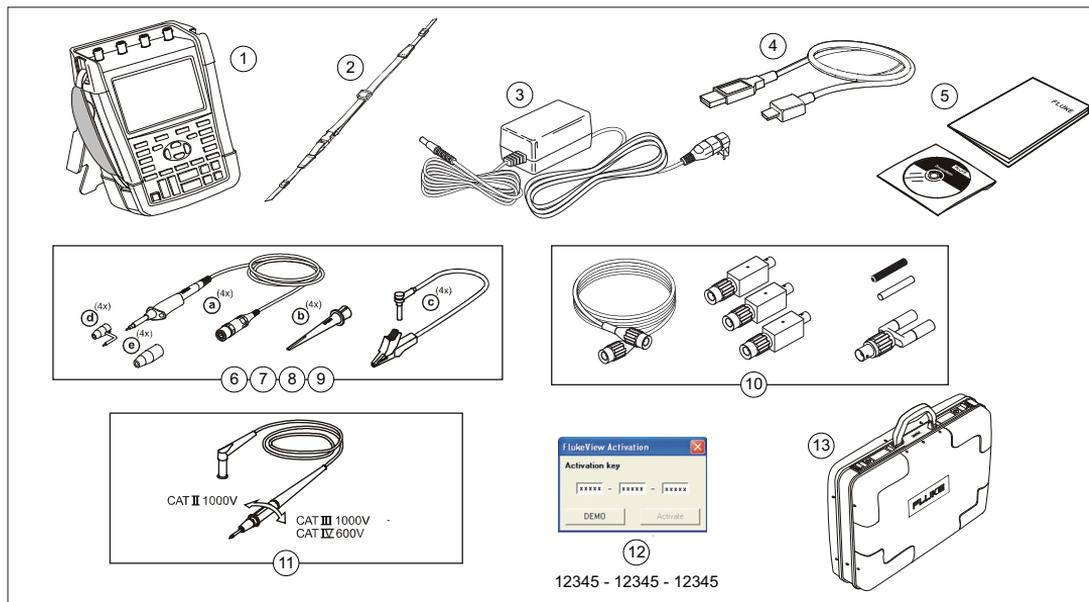

Figura 1. Caixa do Aparelho de Teste ScopeMeter Industrial
- **Não conecte a mola de aterramento (Figura 1, item d) a voltagens com picos superiores a 42 V, 30 V RMS ou 60 V DC em relação ao aterramento de proteção.**